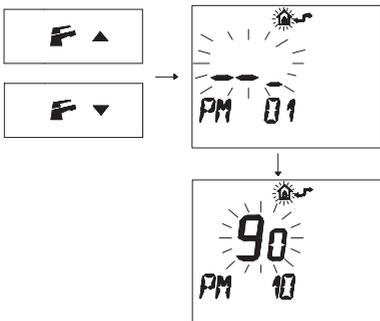

Figura 5.35
- Premere i pulsanti **F** ▼ o **F** ▲ per visualizzare la programmazione "PM10" selezione della frequenza di accensione (Figura 5.35).
Nella Figura 5.35 si visualizza un SET programmato di **90** corrispondente ad un tempo di riaccensione di 3 minuti circa.